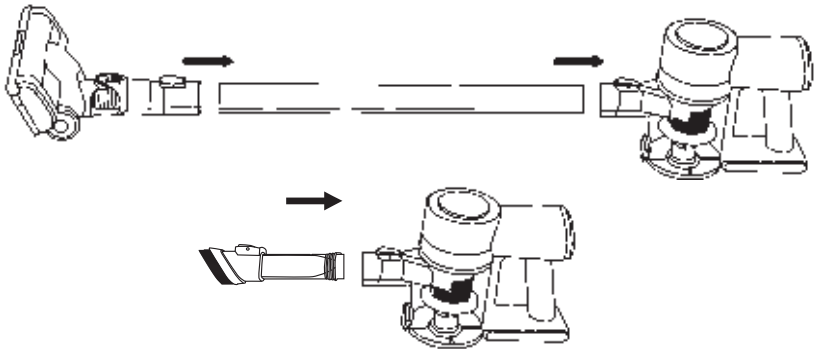

Figure1
4. Insérer l'autre extrémité du tube dans la tête de la brosse à plancher. Figure1